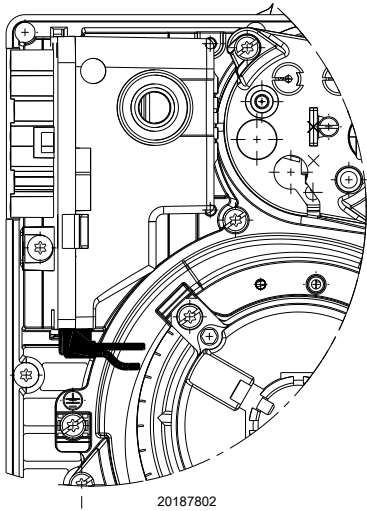

图 18
- 按照火焰控制设备底部的符号检查连接器是否正确插入：请将连接器推至底部，确保连接器完全插入，且每个连接器都处于其所属位置。所有连接器的连接电缆都必须朝向燃烧器内部（见图 18）。